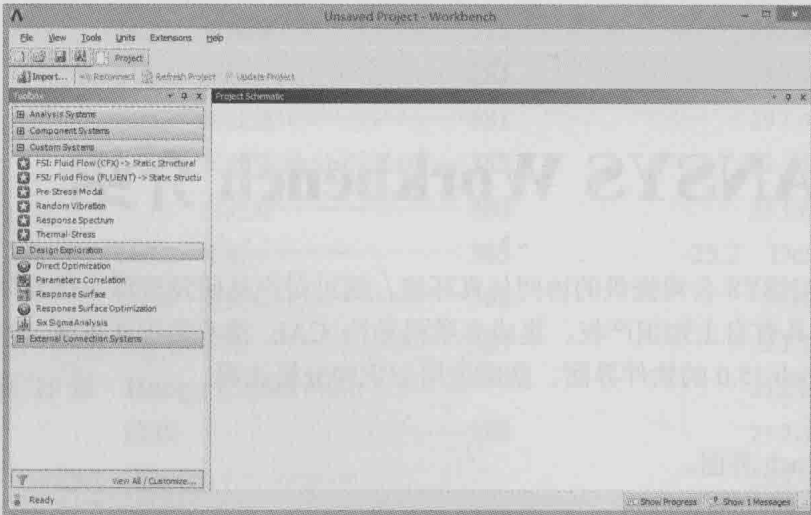

图 1-1 ANSYS Workbench 15.0 界面
在安装好 ANSYS Workbench 15.0 的计算机上，只需要单击启动程序图标或快捷方式就可以打开 ANSYS Workbench 15.0 启动界面；单击 OK 按钮，关闭 Getting Started 对话框后，可以看到完整的软件界面，如图 1-1 所示。该界面上包括如下几个部分。
- 标题栏——位于界面顶部，显示待分析项目的名称（图 1-1 中显示的名称为 Unsaved Project）。